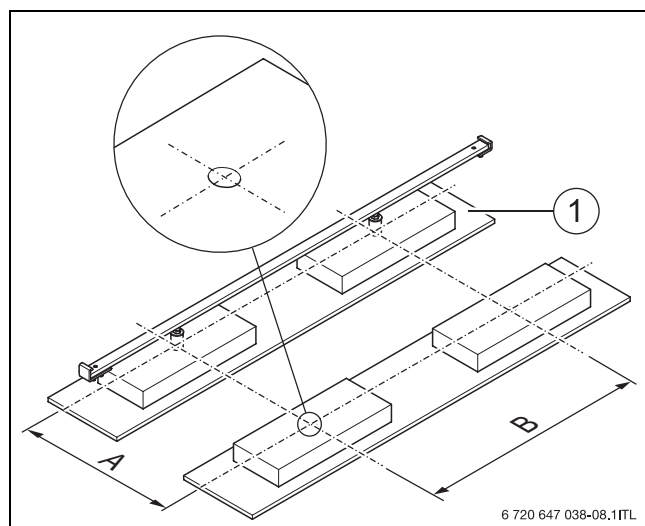

Bild 15 Abstände der Bohrungen
- Damit die Dichtungsschicht des Dachs nicht beschädigt wird, handelsübliche Bautenschutzmatte unter den Betonplatten auslegen (→ Bild 15, [1]).
- Betonplatten entsprechend der Maße ausrichten und Positionen der Bohrlöcher übertragen (→ Bild 15, Tabelle 9).